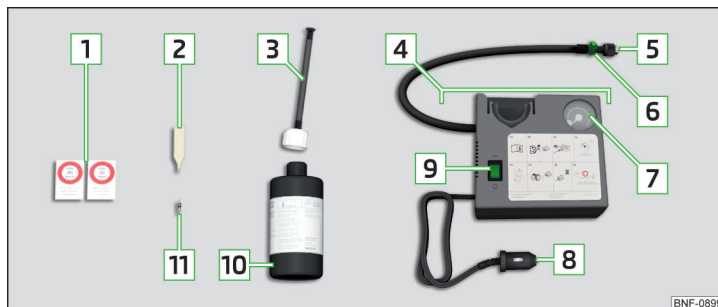

Fig. 243 Descripción del kit de averías
- Introducir el atornillador de inserto de válvula  » fig. 243 de la pág. 220 sobre el inserto de válvula de la manera que el inserto de válvula cabe en la ranura del atornillador de inserto de válvula.
- Enrosque fija la manguera de llenado del neumático  » fig. 243 de la pág. 220 sobre la válvula del neumático.